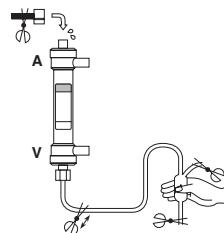

Fig.3/Abb.3/Εικ.3/Рис.3
5) Sluit de arteriële slang die is gevuld met fysiologische zoutoplossing voorzichtig aan op de arteriële poort en zorg ervoor dat er geen lucht in de dialysator komt. Als er luchtbellen worden waargenomen in de arteriële poort, verwijder ze dan door in de veneuze druppelkamer te knijpen. (Fig. 3)